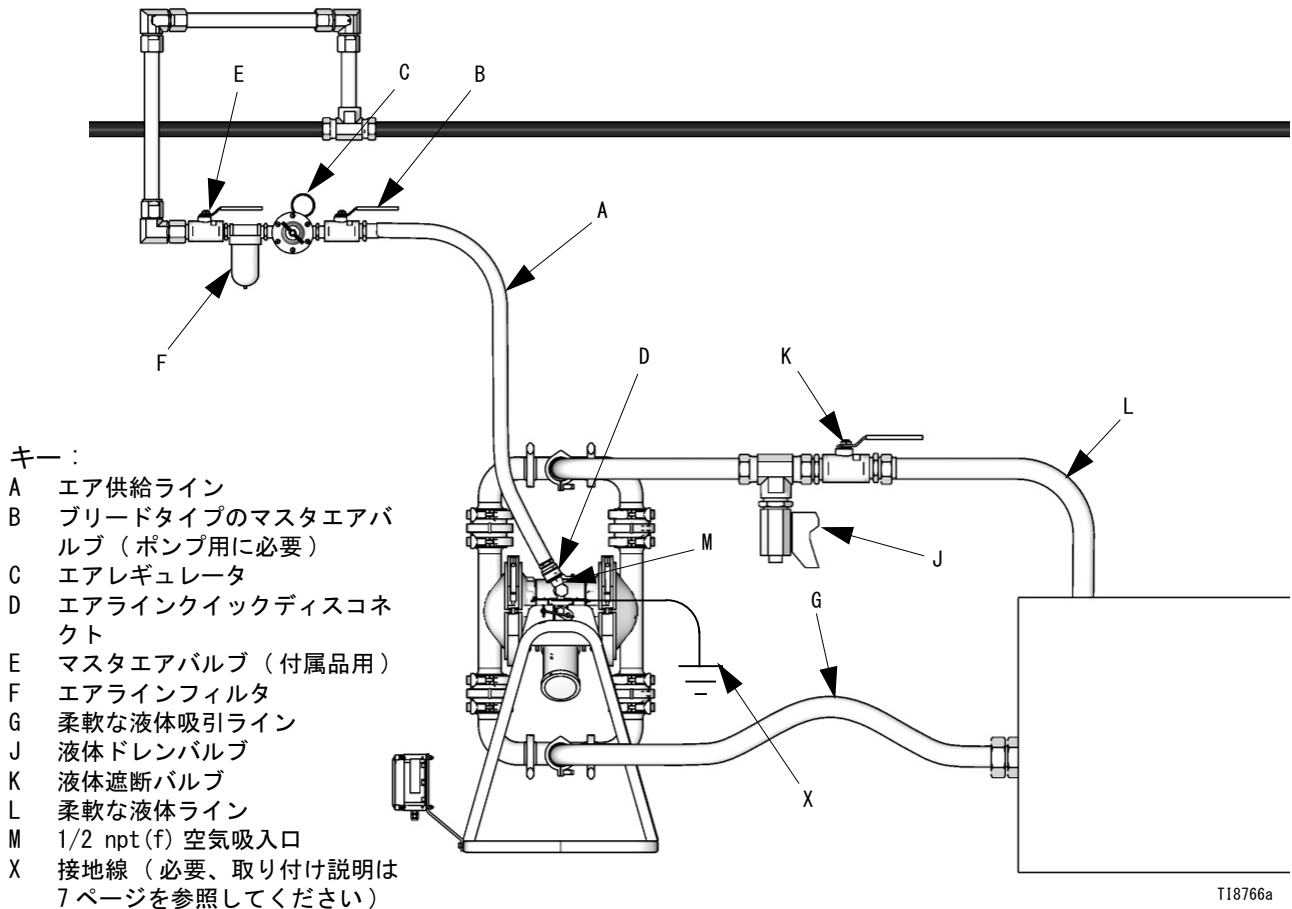

図3： 代表的な床面への設置例
- 図3に示されている典型的な取り付け例は、システムの構成部品を選択し、設置する際のガイドに過ぎません。お客様の必要性に合ったシステムの設計の支援が必要な場合は、Graco 販売代理店にご相談ください。
このシステムでは、ブリードタイプのマスターエアバルブ (B) を使用してください。バルブとポンプの間にトラップされた空気を除くためです。空気がトラップされると、ポンプが突然動作を始めることがあります。これは、目や皮膚に液体がはねかかると、可動部品のためにけがをすることなどによる重大な傷害事故や、有害な液体による汚染につながりかねません。図 3 を参照のこと。
1. 図 3 に示されているように、エアラインのアクセサリを取り付けます。これらのアクセサリは壁またはブラケットに取り付けます。アクセサリに供給を行っているエアラインが接地されていることを確認してください。
- a. エアレギュレータ (C) およびゲージを取り付け、液圧をコントロールします。液体アウトレット圧力は、エアレギュレータの設定と同じになります。
- b. ブリードタイプマスターエアバルブ (B) をポンプに近い場所に設置し、こもった空気を開放するのに使用します。もう一方のマスターエアバルブ (E) は、すべてのエアラインアクセサリの上流側に設置し、清掃および修理の際にそれらを隔離するために使用します。
- c. エアラインフィルタ (F) によって、加圧された供給空気から有害な砂や湿気を取り除きます。
2. 接地済みのフレキシブルタイプのアアホース (A) を、付属品と 1/2 npt (f) のポンプ空気吸入口 (M) の間に取り付けます。内径最小 9.5 mm (3/8 インチ) のエアホースを使用します。エアラインのクイックディスコネクトカプラー (D) をエアホース (A) の端にねじ込んで、ポンプエアインレットにはめ合い取り付け金具をきっちりとねじ込みます。
ホースが詰まったときのため、圧力を開放する液体排出バルブ (J) が必要です。排出バルブがあれば、圧力を開放するときに目や皮膚に液体がはねかかることなどによる重大な怪我の危険や、有害な液体による汚染のリスクを減らすことができます。ポンプの液体アウトレットに近い場所にバルブを取り付けます。図3を参照のこと。
1. フレキシブルタイプの接地済み液体ホース (L) を使用します。
3. 液体アウトレットの近くに液体ドレンバルブ (J) を取り付けます。図3を参照のこと。
4. 液体排出ホースにシャットオフバルブ (K) を取り付けます。